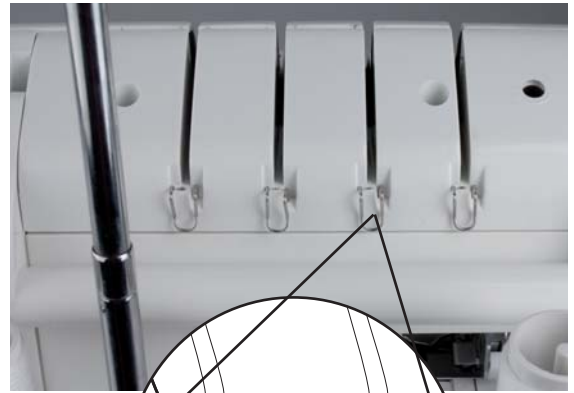

Abb.25
2. Fädeln Sie den Faden in die Fadenführung ein, indem Sie den Faden nach unten ziehen, bis er unter die Fadenführung rutscht (2) (Abb. 25).